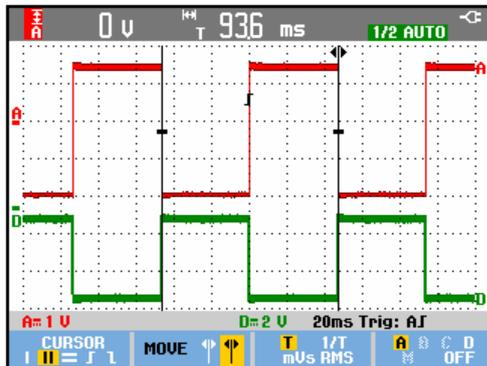

Abbildung 21. Zeitmessung mit Hilfe der Cursors
- Auf der Anzeige werden die Zeitdifferenz zwischen den beiden Cursors und die Spannungsdifferenz zwischen den beiden Marken angegeben. (Siehe Abbildung 21.)